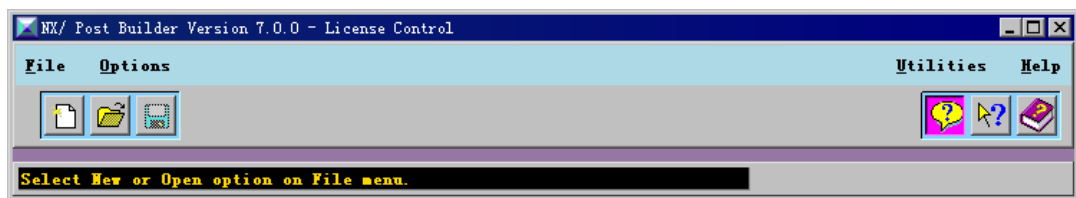
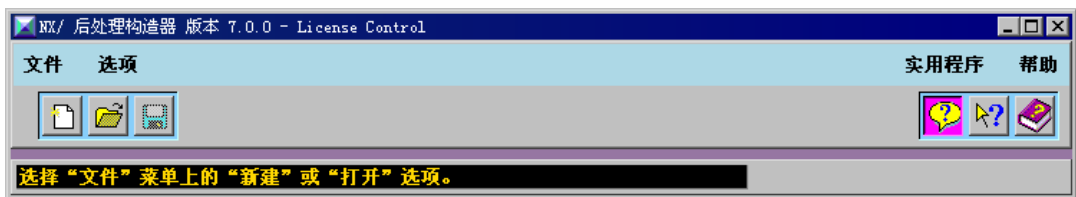

图 9.2.1 UG / Post Builder 工作界面
图 9.2.2 UG 后处理构造器工作界面
Step1. 进入 UG 后处理构造器工作环境。选择菜单 **开始** → **程序(P)** → **UGS NX 7.0** → **加工工具** → **后处理构造器** 命令，启动 UG 后处理构造器，如图 9.2.1 所示。
Step2. 转换语言。在图 9.2.1 所示的 UG 后处理构造器工作界面中选择菜单 **Options** → **Language** → **中文(简体)** 命令，结果如图 9.2.2 所示。